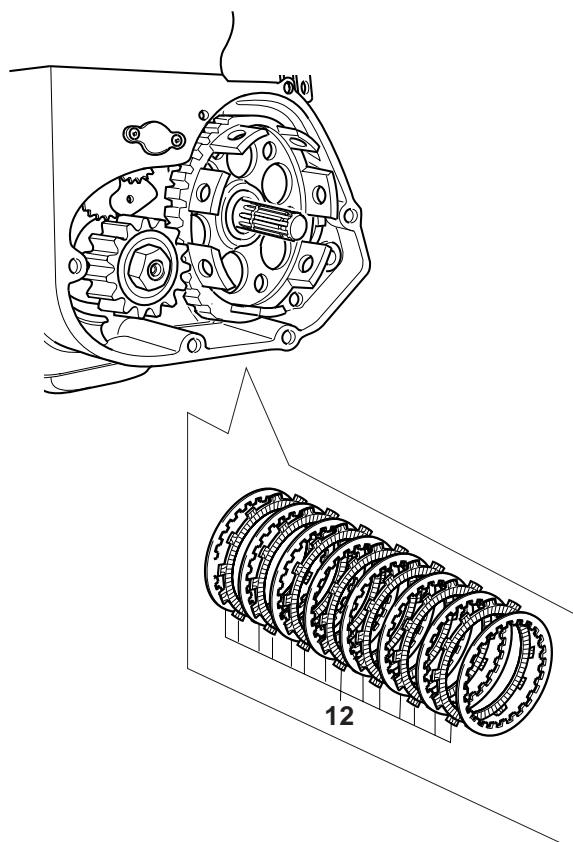

Fig. 42
7. Inserire i dischi frizione "12" come in Fig.42 (8 dischi metallici, 7 dischi garniti).
7. To place the clutch plates" 12": like in Fig. 42(8 metallic plates, 7 sintered plates).
7. Kupplungsscheiben "12" einsetzen: siehe Abb.42 (8 Metallscheiben, 7 verzierte Scheiben).
7. Insérer les disques "12": voir fig. 42(8 disques métalliques, 7 disques garnis).